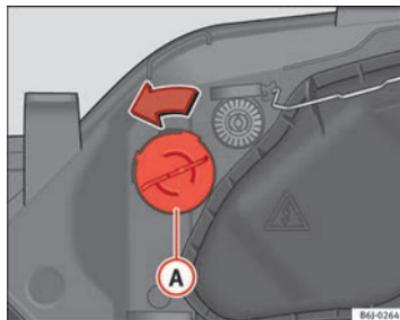

Abb. 169 Blinklicht
- Drehen Sie den Lampenträger ⇒ Abb. 169 Ⓐ nach links und ziehen Sie.